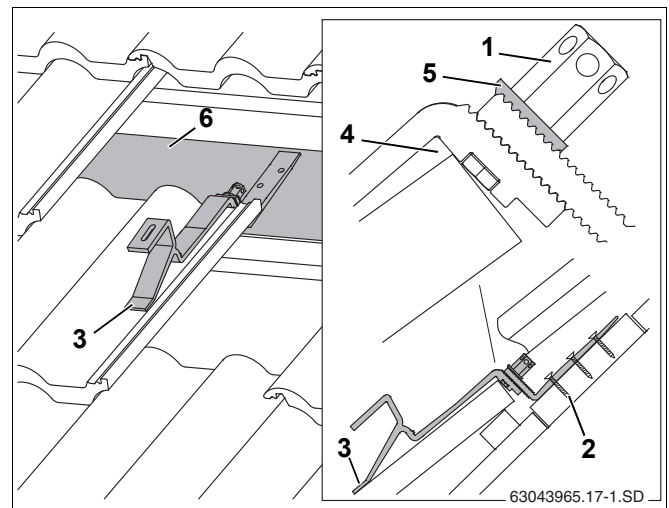

Рис. 15 Установленный кровельный крюк (для наглядности изображены не все элементы черепицы)
- ▶ Установите переднюю подпорку на черепицу таким образом, чтобы она при нагрузке легла во впадину черепицы (рис. 15, **поз. 3**).
При этом должен быть зазор между кровельным крюком и верхним краем черепицы (рис. 15, **поз. 4**). При необходимости подгоните черепицу сверху.
- ▶ Нижнюю часть кровельного крюка сдвиньте вниз настолько, чтобы он прилегал к стропилам или к доске/брусу (рис. 15, **поз. 6**).
Зубчатая подкладная шайба (рис. 15, **поз. 5**) должна войти в зацепление с нижней частью кровельного крюка.
- ▶ Затяните высокие гайки (рис. 15, **поз. 1**). Для этого вставьте ключ SW5 в отверстие гайки и поверните его.
- ▶ Прикрепите нижнюю часть кровельного крюка шурупами к стропилам минимум в первом (рис. 15, **поз. 2**) и втором отверстиях.